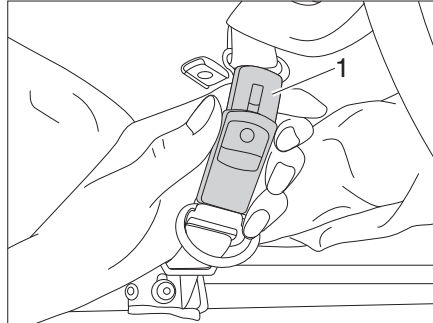

Bild 48 Sicherungsgurt öffnen
- Sicherungsgurte (Bild 48,1) öffnen.
- Sicherungsgurte (Bild 48,1) schließen.